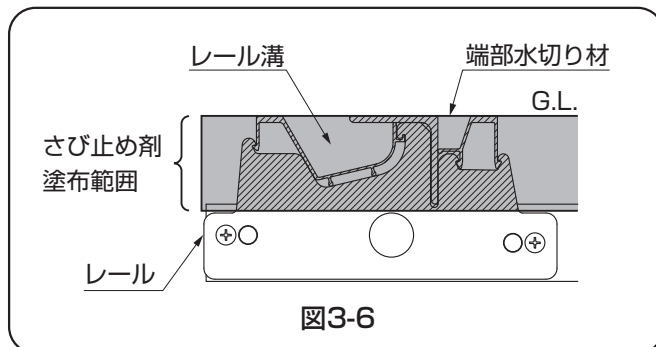

図3-6
- ①端部水切り材を取付ける前に、同梱されているさび止め剤をレール端部の側面（図3-6の斜線部分）に塗布し、防錆処理を行なってください。